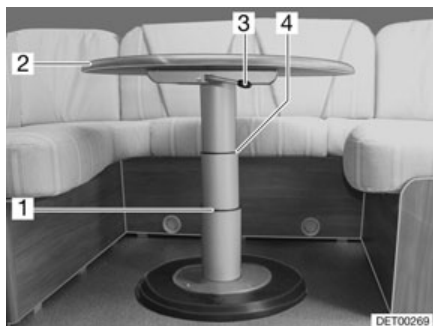

Fig. 89 Table à hauteur réglable de la dînette en U
- Faire basculer le levier de verrouillage (Fig. 89,3) vers la gauche. Le verrouillage est ouvert.
- Appuyer le plateau de table (Fig. 89,2) au milieu vers le bas jusqu'à la butée désirée (Fig. 89,1 ou 4) et le maintenir appuyé.
- Faire basculer le levier de verrouillage (Fig. 89,3) vers la gauche. La table à hauteur réglable est verrouillée.